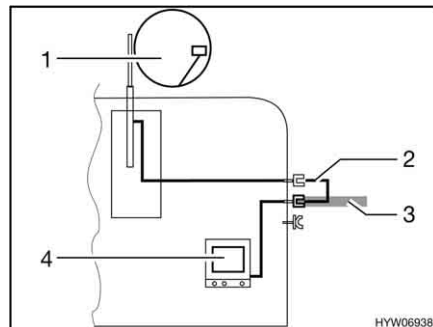

Bild 123 TV i fordonet
- TV i fordonet (Bild 123,4): Anslutning till takantenn (Bild 123,1) med anslutningskabel (Bild 123,2)
- TV i fordonet (Bild 123,4): Anslutning till extern antenn (Bild 123,3)